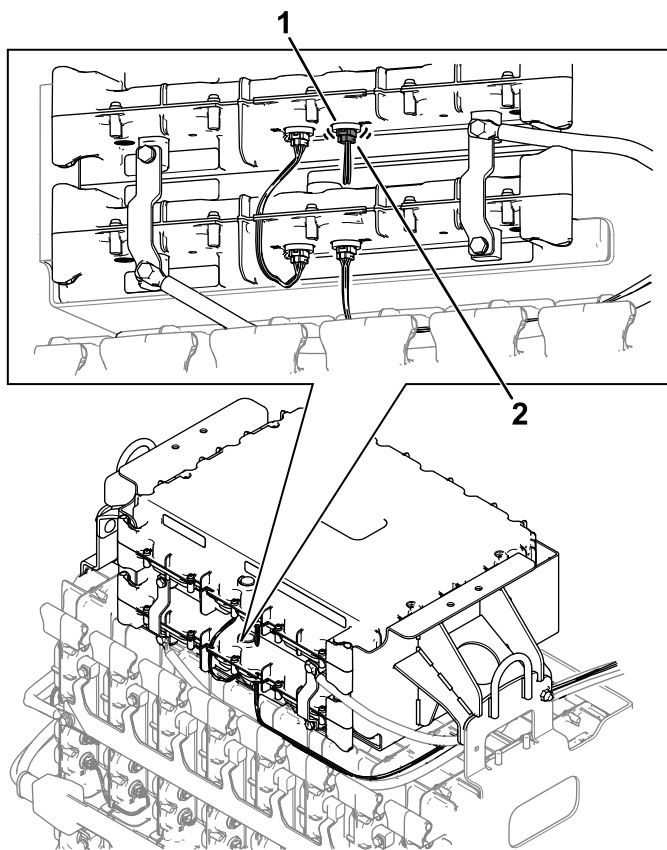

Figura 9
5. Montaggio del cablaggio preassemblato (CAN) rimosso al passaggio 3 sulla porta D2 della batteria più in alto della base delle batterie (Figura 9).